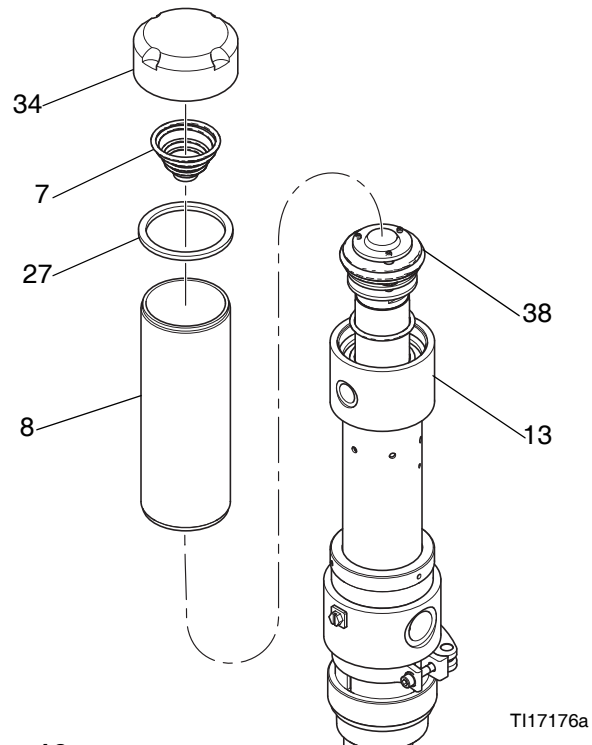

ABB. 10
1. Schrauben Sie die Zylinderkappe (34) vom Zylinder (8) ab. Zum Herausnehmen der Feder (7) vorsichtig unter die Spulen in Richtung der Spirale drücken. Überprüfen Sie die Feder (7) und die Dichtung (27) auf Verschleiß oder Beschädigung und ersetzen Sie diese, falls erforderlich. Siehe ABB. 10.
2. Den Zylinder (8) vom Luftmotorsockel (13) abschrauben und nach oben vom Luftkolben (38) abziehen. Per Hand abschrauben oder eine Ketten-Rohrzange verwenden, um Verzug des Zylinders zu vermeiden. Siehe ABB. 10.
- Die Feder (7) und die Dichtung (27) in die Zylinderkappe (34) einsetzen und die Kappe auf den Zylinder (8) schrauben. Den Zylinder in den Luftmotorsockel (13) schrauben. Siehe ABB. 10.